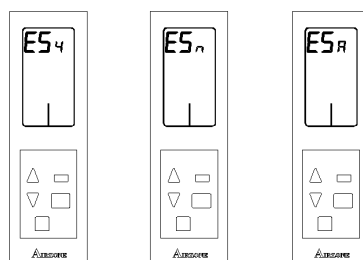

Fig. 93
- **Endereço das zonas secundárias (escravas) ES:** Mostra as saídas de controlo secundárias associadas a este comando. Se aparecer o valor $\bar{1}$, indica que este comando não tem nenhuma saída de controlo secundária associada. Para visualizar, acrescentar ou remover um controlo de saída secundária ao comando, toque no botão de confirmação  e o valor do menu ficará a piscar, indicando que está dentro do menu. Utilize as setas   para ver as saídas associadas. (Fig. 93)